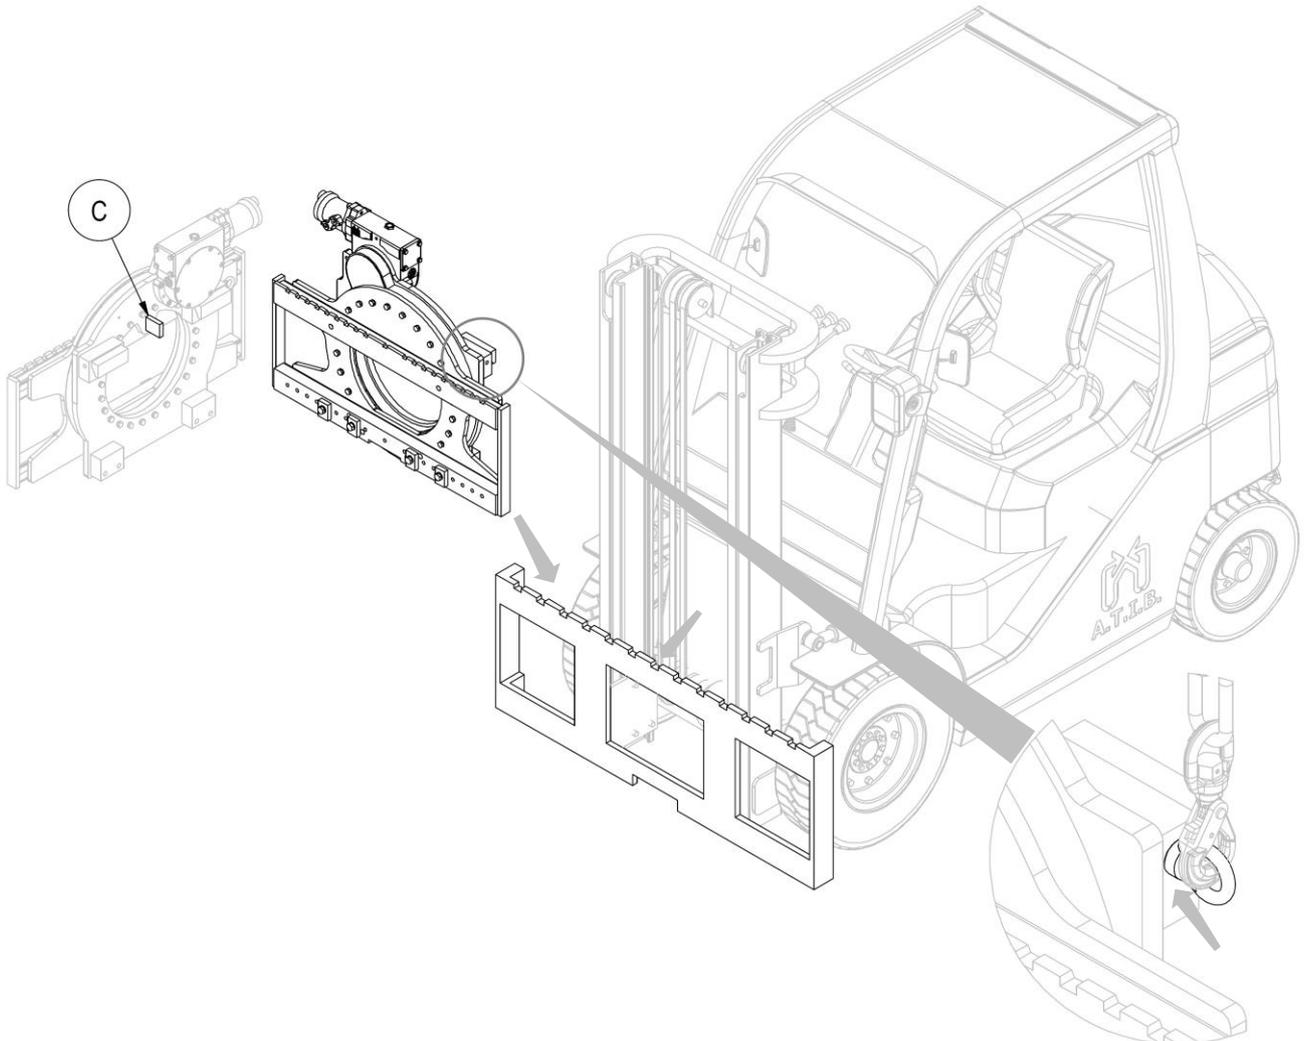

Figura 5
5. Per la movimentazione devono essere usati esclusivamente golfari orientabili, i quali vanno avvitati negli appositi fori laterali (vedi dettaglio *Figura 5*).
6. Con un carroponete o un paranco di portata sufficiente posizionare l'attrezzatura sulla piastra porta forche, avendo cura di incastrare il dente di centraggio C nella tacca centrale della stessa (vedi *Figura 5*).